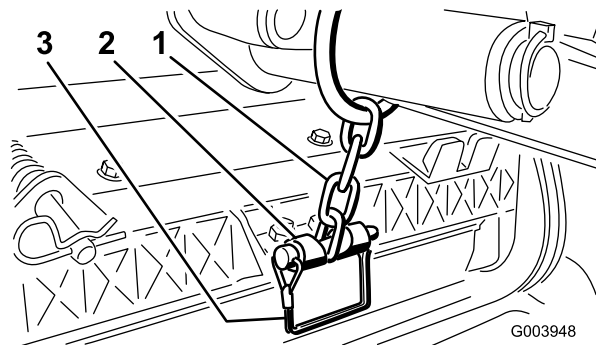

Figura 10
12. Sujete la cadena del brazo de elevación al soporte de la cadena con el pasador de seguridad (Figura 10). Utilice el número de eslabones indicado en el *Manual del operador* de la unidad de corte.